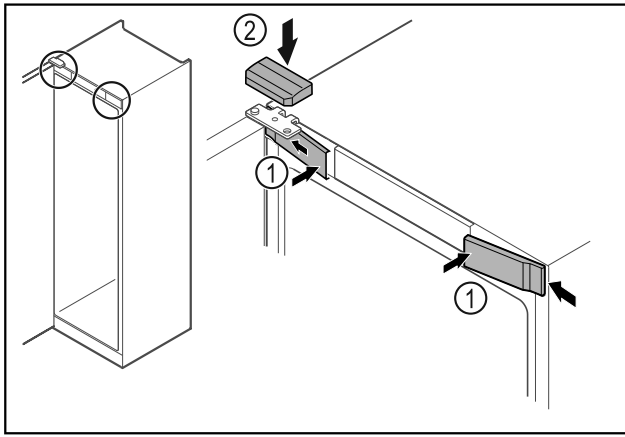

Fig. 66
- ▶ Agganciare le coperture anteriori Fig. 66 (1) di lato e innestarle.
- ▶ Innestare la copertura superiore Fig. 66 (2) dall'alto.